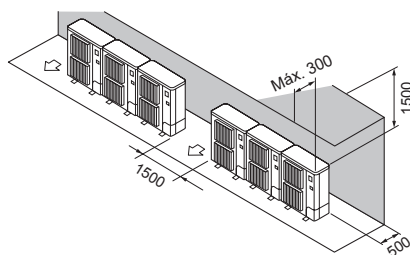

Fig. 2-14
- ② Obstáculos apenas na parte de trás e por cima (Fig. 2-14)